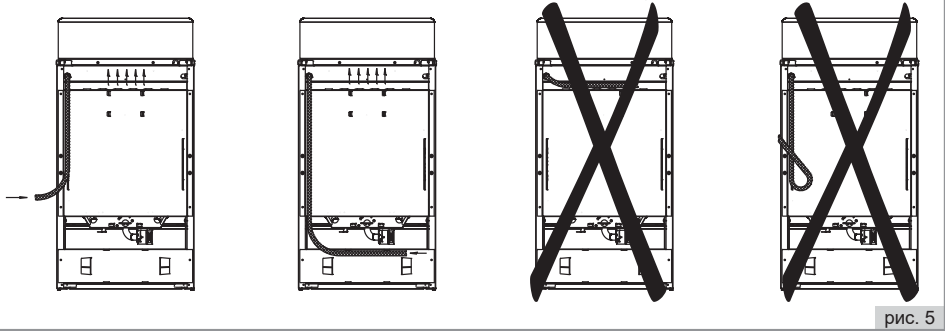

рис. 5
- гибкий присоединительный рукав не должен проходить в зоне горячего воздуха дымохода и касаться задней стенки (рис. 5);
! **ПОМНИТЕ!** После установки плиты на место обязательно проверьте положение гибкого шланга подвода газа (рис. 5). Он не должен проходить над дымоходом и касаться задней стенки плиты. Во время работы духовки там возникает высокая температура, которая может его повредить.